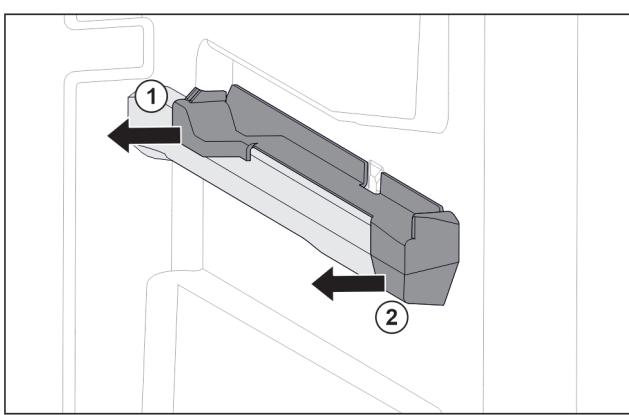

Fig. 61 Natični dio na desnom žlijebu spremnika
- ▶ Skinite natični dio straga u stranu. Fig. 61 (1)
- ▶ Skinite natični dio sprijeda u stranu. Fig. 61 (2)